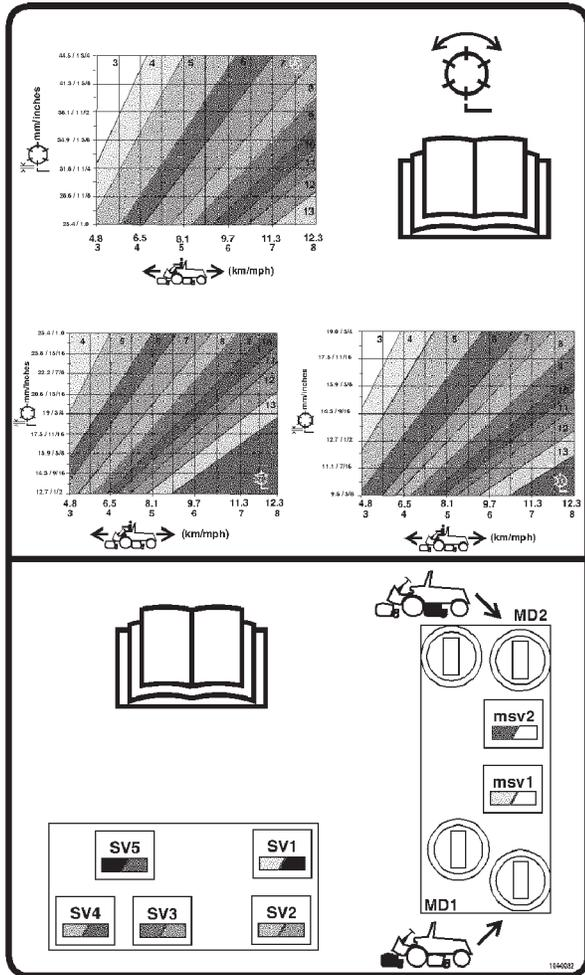

図27
3. 対応するグラフ (5枚刃用または11枚刃用; 図27を参照) を使って、最も適切なリール回転速度を探る。